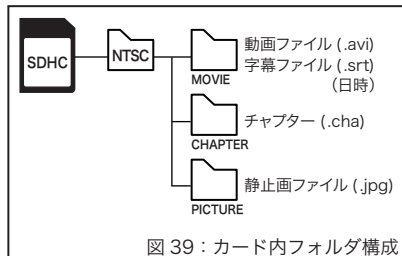

図 39 : カード内フォルダ構成
- ・ 本装置で作成されるデータフォルダは右図(図 39)のような状態で構成されています。通常は「MOVIE」「PICTURE」内のデータを使用します。